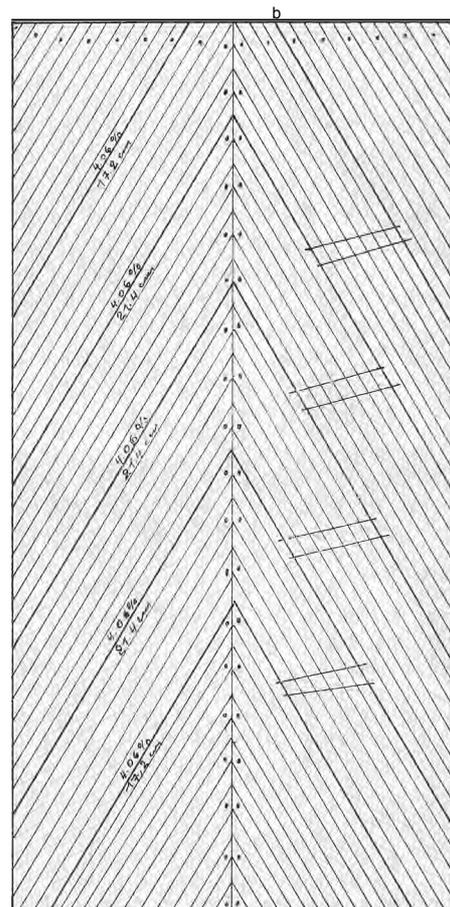

ABB. 15
**12. Übertragen der Rückungen auf das Fell (Abb. 15)**